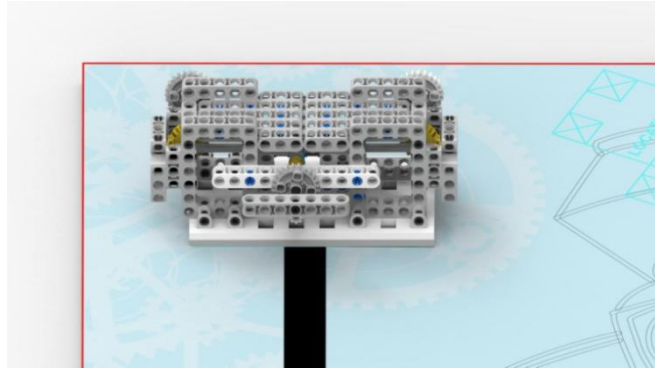

图 4 建好桥梁模型完成状态图
3.2.2 机器人需要转动手柄，使桥面合拢，两桥面之间间隙小于 5mm, 得 40 分，完成标准如图 4 所示。